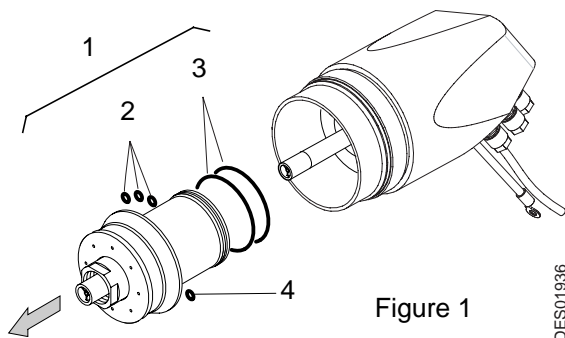

Figure 1
- Extraire la cartouche turbine (rep.:1 figure 1) du corps (voir illustration ci-dessous).
- Vérifier l'état d'usure des joints (rep.2 et 3 figure 1) et les changer si nécessaire.